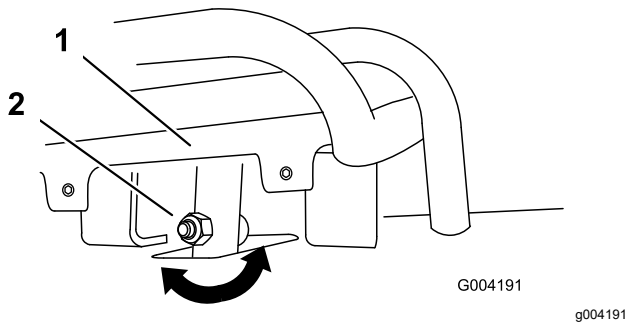
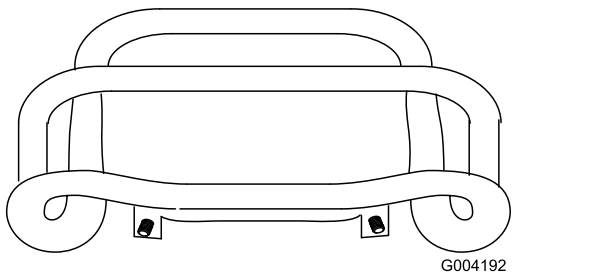

Bild 54
Bild 55
4. Wenn die Vorderseite des Fahrtriebs nicht bündig und gleichmäßig am Anschlagbügel bleibt, lösen Sie die Bundmutter und die Schraube im Schaft des Fahrtriebs (Bild 54).
5. Stellen Sie den Fahrtriebshebel so ein, dass er bündig am Anschlagbügel bleibt, wenn er gerade nach hinten gezogen wird (**Bild 54** und **Bild 55**).